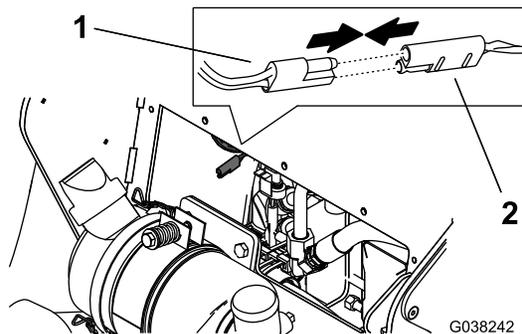

Рисунок 29
3. Отсоедините крышку от вспомогательного разъема на жгуте проводов машины и подсоедините жгут проводов из комплекта к этому разъему (Рисунок 29).